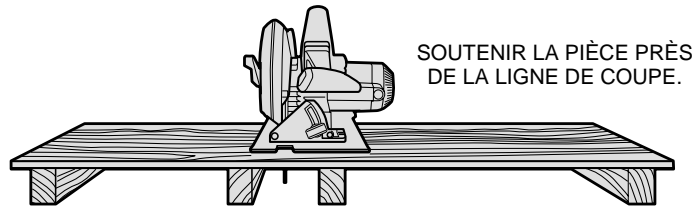
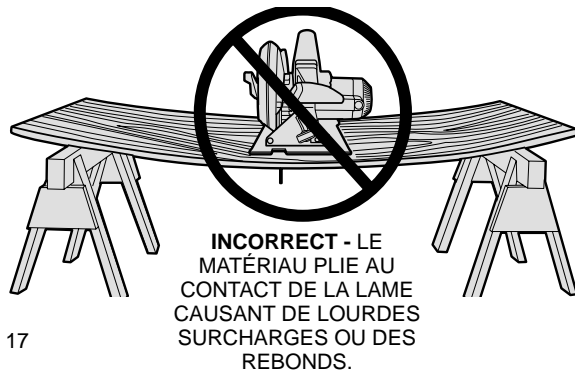

FIG. 16
FIG. 17
Pour éviter les risques de rebond, SOUTENIR le matériau PRÈS de la ligne de coupe (fig. 16). NE PAS soutenir le matériau loin de la ligne de coupe (fig. 17).
- Le découpage d'un matériau seulement soutenu à l'extrémité externe (voir la figure 17) fait affaisser le matériau à mesure qu'il s'affaiblit, refermant ainsi la voie et bloquant la lame.